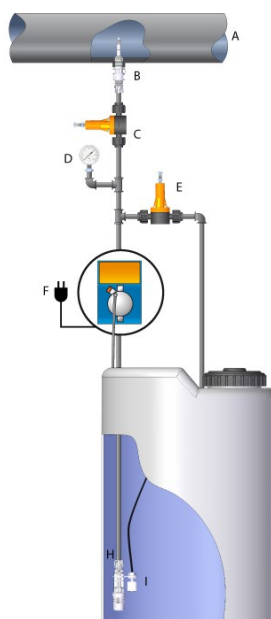

Fig. 7 – Installation typique
Éviter les courbes excessives afin d'éviter les étranglements sur les tuyaux en question, aussi bien sur le tuyau de refoulement que sur celui d'aspiration. Appliquer, sur la conduite de l'installation à traiter, à l'endroit le plus adapté pour effectuer l'injection du produit à doser, un raccord de 3/8" ou 1/2" gaz femelle. Ce raccord est exclu de la fourniture. Visser la vanne d'injection dans le « raccord joint » en utilisant du ruban en PTFE, voir Fig. 7. Relier le tuyau (5) au raccord conique de la vanne d'injection (3) et le bloquer avec la bague spécifique (4). La vanne d'injection (3) est également un clapet anti-retour.